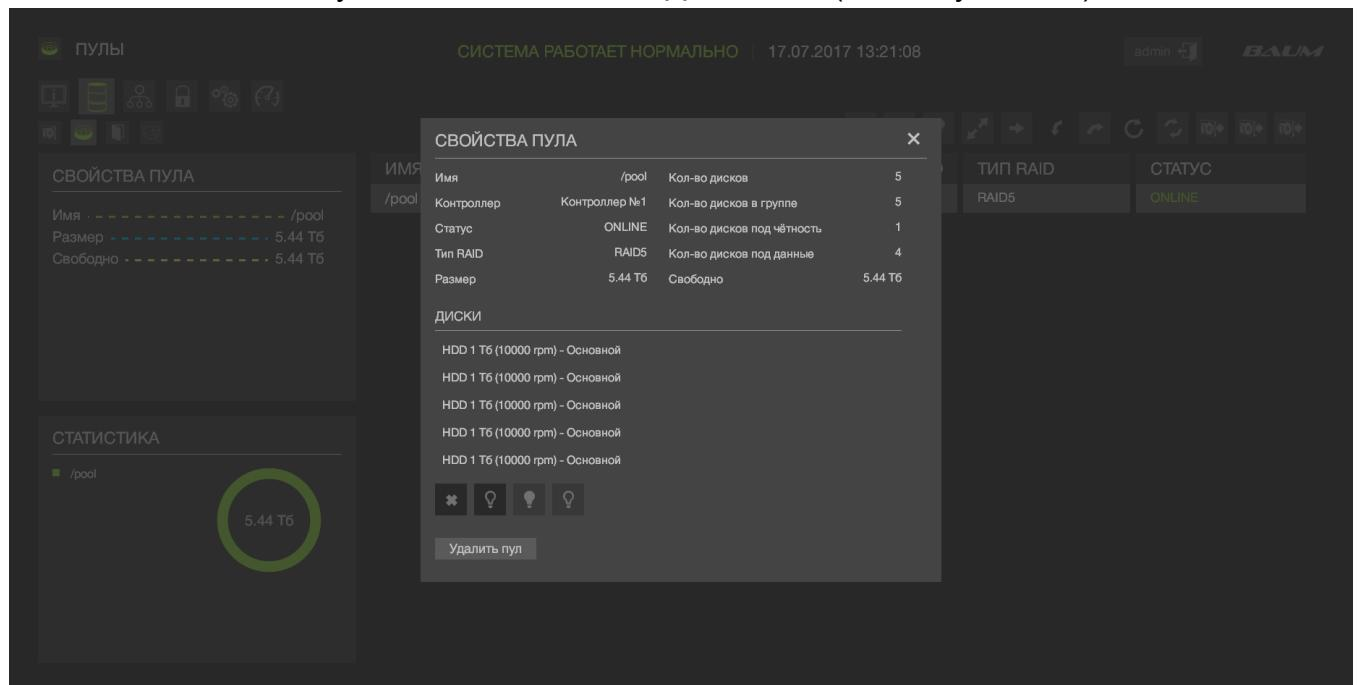

Рисунок 122 – Информация о массиве
2) В окне «Пулы» расположена таблица с информацией о пулах. Выбрать строку одного из пулов, нажать на кнопку «Свойства» в окне «Действия».(см. Рисунок 122).